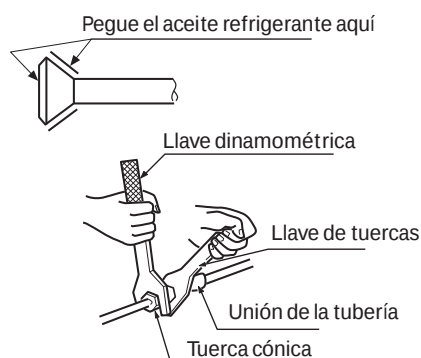

Fig. 7
- Use la llave de sujeción y la llave dinamométrica, como se muestra en la Fig. 7, para asegurar las tuberías a la caja de válvulas.